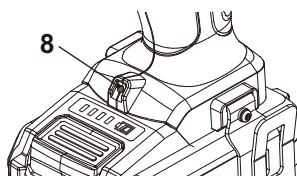

Fig. 8
La luz de trabajo (8) se encenderá automáticamente siempre que presione el interruptor de encendido/apagado (5). (Fig. 8).